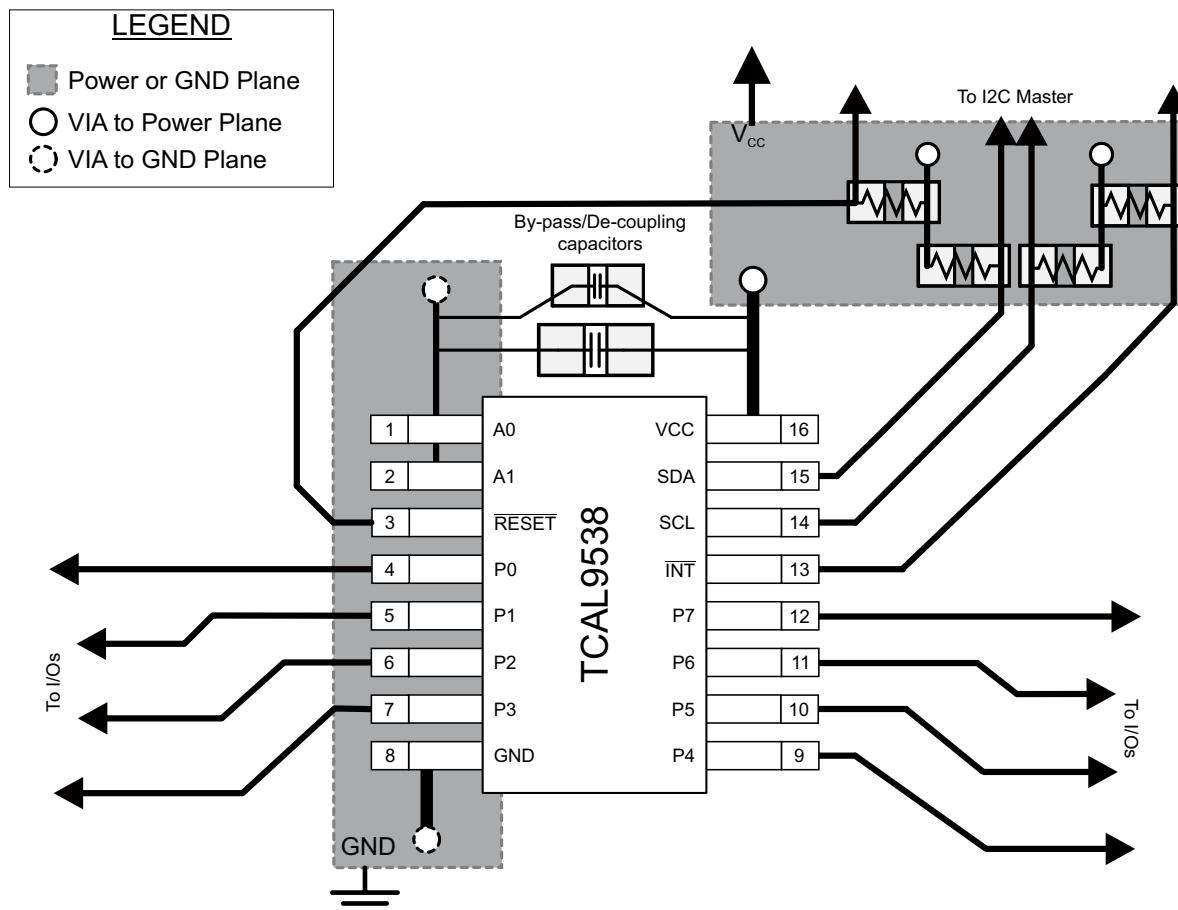

図 8-9. TCAL9538 のレイアウト
すべての PCB レイアウトにおいて、信号トレースを直角に曲げないこと、集積回路 (IC) の近傍を離れる際に信号トレースが互いに離れていくように配置すること、電源とグランドに代表される大電流トレースがより多くの電流を流せるように、トレース幅を太くすることを推奨します。バイパスおよびデカップリング コンデンサは、電源ピンの電圧を制御するためによく使用されます。より大きなコンデンサを使用すると、短時間の電源グリッチが発生した際に追加の電力を供給できます。また、より小さなコンデンサを使用すると、高い周波数のリップルを除去できます。これらのコンデンサは、できる限り TCAL9538 の近くに配置してください。図 8-9 に、これらのベスト プラクティスを示します。
図 8-9 に示すレイアウト例では、信号配線に最上層を使用し、電源とグランド (GND) に分割プレーンとして最下層を使用することで、2 層のみの PCB を製造することができます。ただし、信号配線密度の高い基板では、4 層基板が推奨されます。一般的に 4 層 PCB では、信号を最上層と最下層に配線し、内部の 1 層をグランドプレーン専用にして、もう 1 つの内部層を電源プレーン専用にします。電源とグランドにプレーンまたは分割プレーンを使用する基板レイアウトの場合は、電源または GND に接続する必要がある表面実装部品パッドのすぐ隣にビアを配置し、ビアを内部層または基板の反対側に電気的に接続します。ビアは、信号パターンを基板の反対側に配線する必要がある場合にも使用されますが、この方法は 図 8-9 には示されていません。